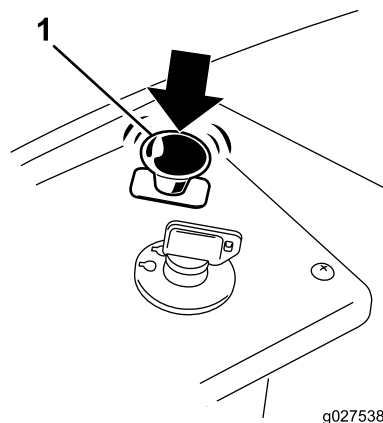

Figura 12
1. Disinserite le lame spingendo il comando delle lame in posizione Off (Figura 12).